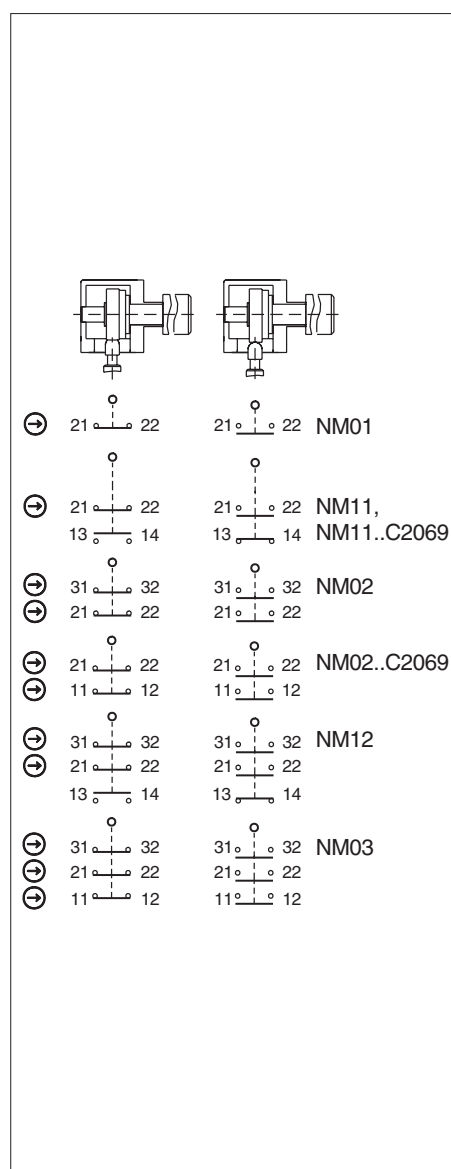

Bild 3: Schaltelemente und Schaltfunktionen
Es muss mindestens ein Kontakt (⊖) verwendet werden. Dieser signalisiert die Stellung der Schutzvorrichtung (Kontaktbelegung siehe Bild 3).
3. Anschließen und Klemmen mit 0,5 Nm anziehen (Kontaktbelegung siehe Bild 3).